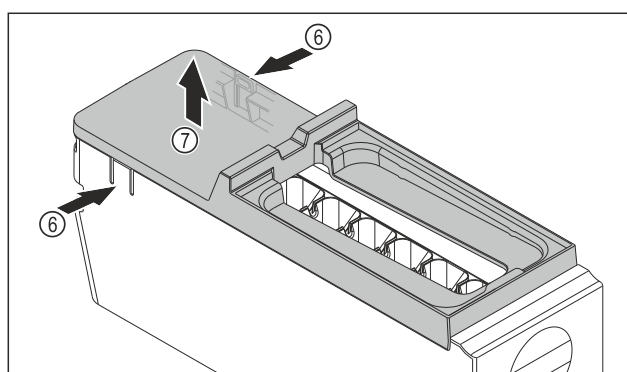

Fig. 75
- ▶ Wymowienie osłony korpusu EasyTwist-Ice: Docisnąć jedną ręką nakładki Fig. 75 (6) po obu stronach korpusu EasyTwist-Ice.
- ▶ Drugą ręką wyjąć osłonę Fig. 75 (7) ku górze.